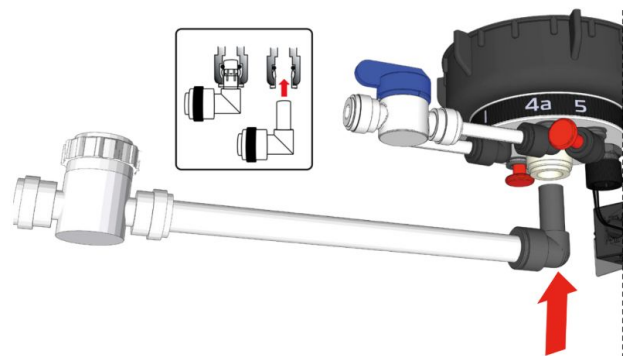

图4
2. 将外径15毫米的半硬质管切出平整方形端面, 长度需延伸至储液罐高流量出口(图4), 或选用Speedfit X光面管件 WFLX51。